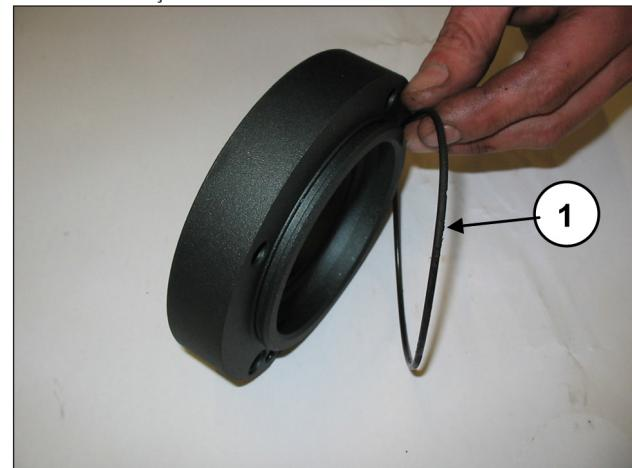
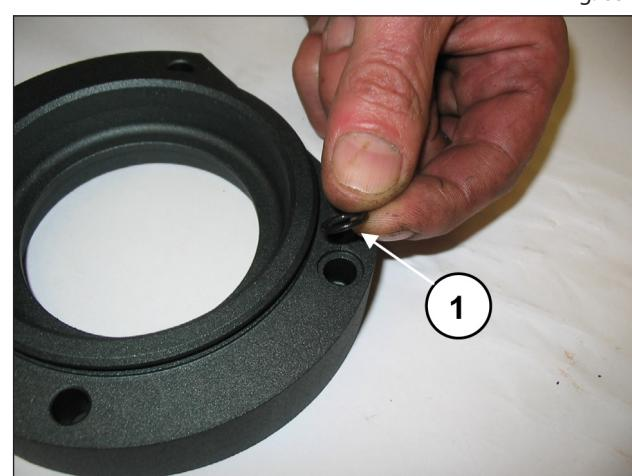

Fig. 65
Fig. 66
Aplique o O-ring externo (pos. ①, Fig. 65) e o O-ring do furo de lubrificação (pos. ①, Fig. 66) nas tampas do rolamento da tomada de força.